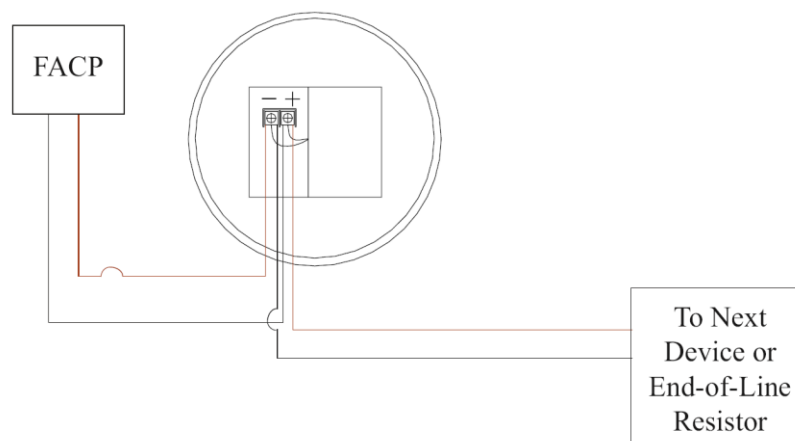

Fig. 3
3. Conecte el cableado (vea la Fig. 3).